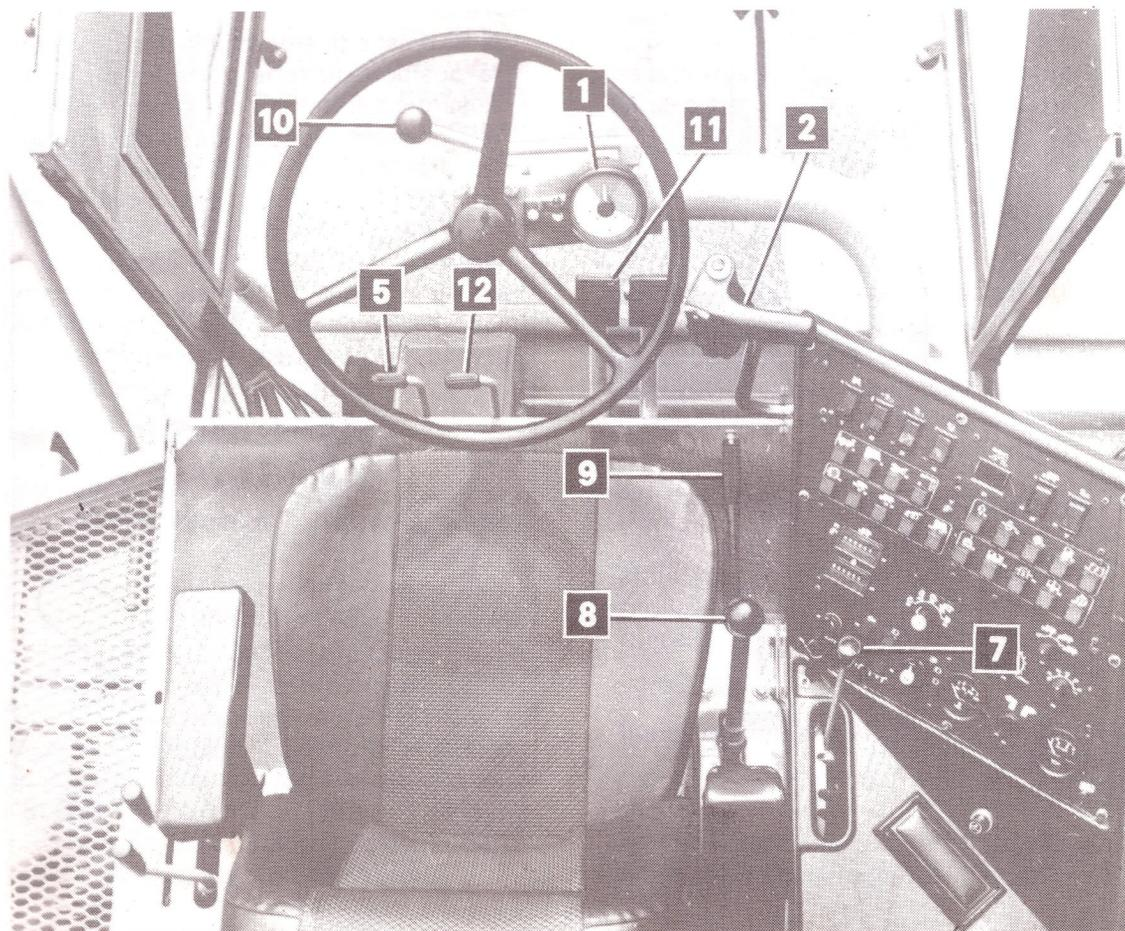

FIG. 6
Pratiquement pour le réglage de la sensibilité (34), si la flèche dépasse la moitié du cadran gradué, vers le minimum ou le maximum, il convient de tarer (36) respectivement avec un cran en moins ou en plus (exemple si la flèche était en correspondance du C, le cran inférieur sera B et le cran supérieur D). N.B. Le tarage de la sensibilité correspondante doit être fait par approche, en observant et en évaluant directement les pertes (cribles, secoueurs) et en maintenant l'aiguille dans le secteur vert du cadran (1 fig 6) situé sur la colonne de direction.
L'utilité de cet accessoire est évidente à la seule condition de contrôler visuellement à chaque instant le cadran (1 fig 6) et de faire varier la vitesse d'avancement de la moissonneuse avec une augmentation sensible de la productivité en maintenant les pertes à la valeur retenue acceptable.
Cadran de contrôle des pertes (1 fig 6). Comme il a été expliqué précédemment le cadran se divise en 3 secteurs de diverses couleurs : blanche, verte, rouge. En conditions normales l'aiguille doit se maintenir dans la zone verte. Sur le cadran se trouve également une flèche blanche à position fixe réglable avec le pommeau central. Cette flèche sert à faciliter les opérations de tarage de l'appareillage puisqu'il est possible de fixer la position initiale de l'aiguille en faisant coïncider la flèche avec l'aiguille.
Commandes (fig 6 et 7)
Levier d'accélérateur (7 fig 6)
Levier des vitesses (8 fig 6)
Levier de frein de stationnement (9 fig 6)
Levier de blocage de la position du volant (10 fig 6)
SUR LE PLANCHER (fig 6 et 7)
- Le levier d'avancement (2 fig 6 et 7) est au point mort ;